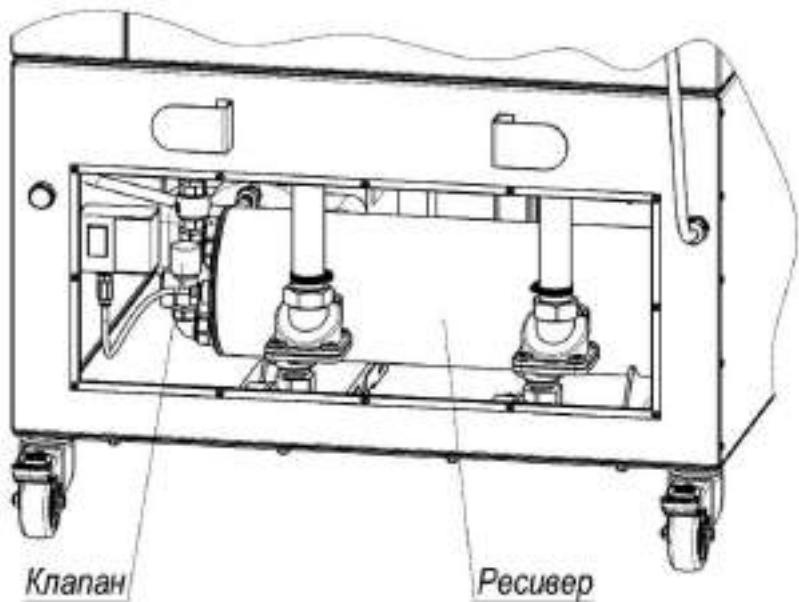

Рисунок 11
2) снять заднюю панель (рисунок 11);